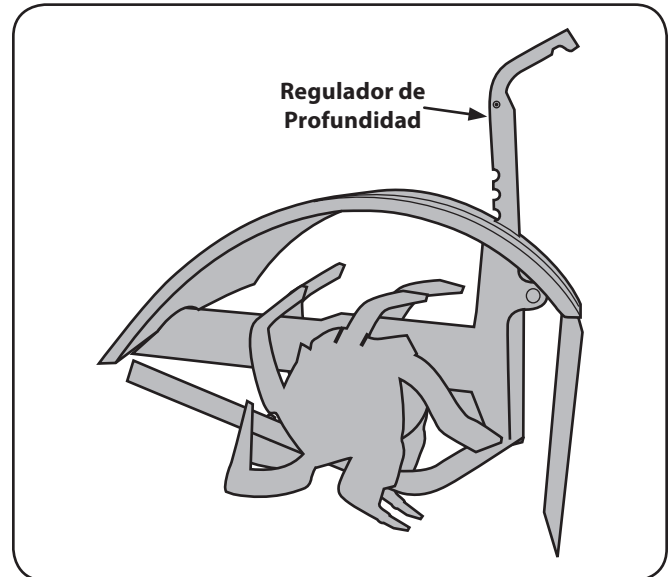

Figure 3-8
1. Con la cultivadora a nivel del suelo, jale la palanca del regulador de profundidad hacia atrás y luego completamente hacia arriba hasta enganchar la ranura más baja en la palanca. Vea la Fig. 3-8.